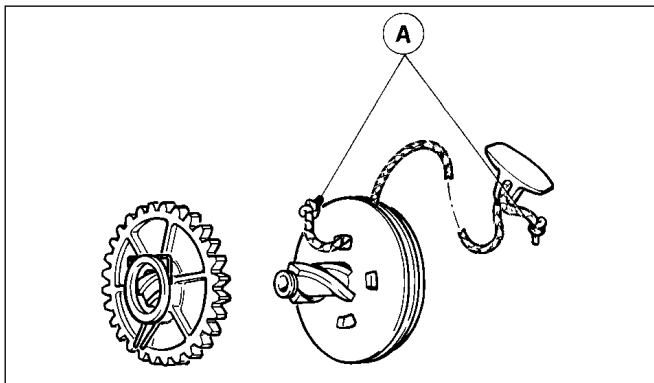

Abb. 13
- Entfernen Sie die Bremsfeder (10) und den Dichtungsring (8) - nur bei Startern der ersten Generation - und nehmen Sie den Zahnkranz (7) von der Seilrolle (6). Falls erforderlich, ersetzen Sie das Zugseil (12) unter Bezugnahme auf Abb. 13.
- Lösen Sie den Knoten A, entfernen Sie den Handgriff (14) sowie das Seil von der Seilrolle (6).